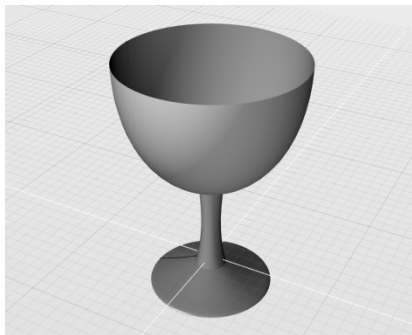

图 3-24 根据曲线绘制旋转曲面
5) 在建模工具栏中，曲面工具标签下选择“旋转”图标, 并选择刚刚绘制的曲线，可一次性绘制图 3-24 所示的曲面（“旋转”工具的操作方法将在后续章节中详解）。